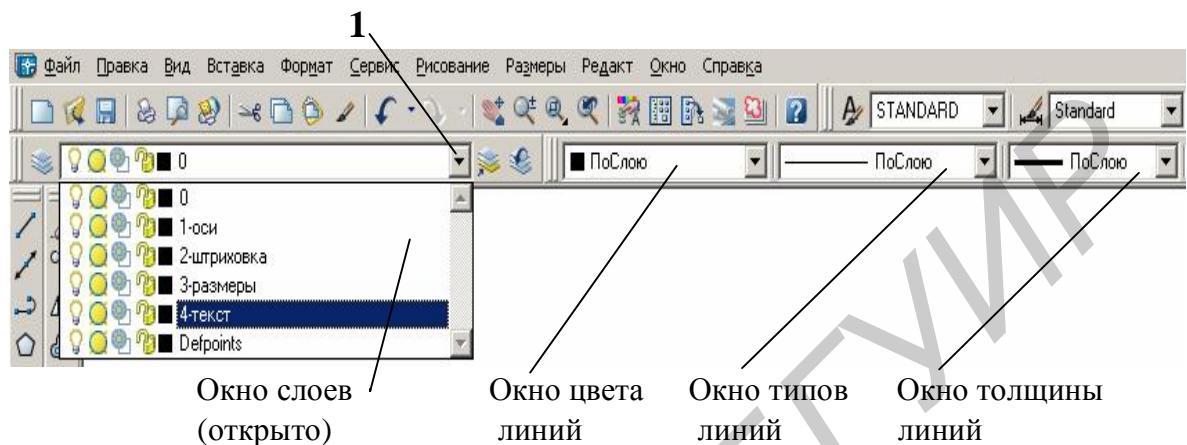

Рис. 14. Окно переключения слоев (открыто) и окна свойств объектов
На эти типы линий у нас уже запрограммированы слои. Переключение со слоя на слой осуществляется в окне слоев на панели **Слои** (рис. 14).
*Внимание! Напоминаем, для того чтобы настройки запрограммированных слоев действовали, необходимо в окнах цвета, типов и толщины линий (см. рис. 14) установить **ПоСлою**.*
1. Выделим ось и откроем окно слоев на панели свойств объектов (см. рис. 14).